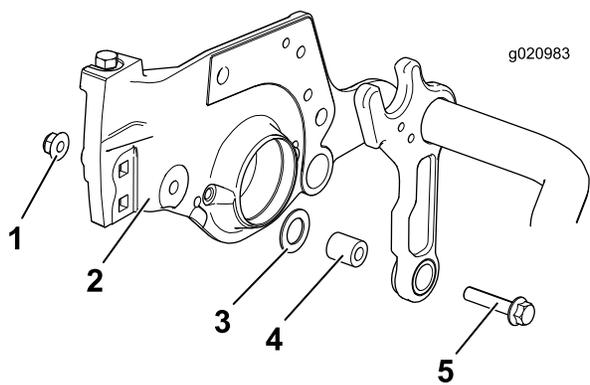

Рисунок 4
- С каждой стороны несущей рамы снимите имеющиеся болт, гайку, шайбу и разделитель (**Рисунок 4**).